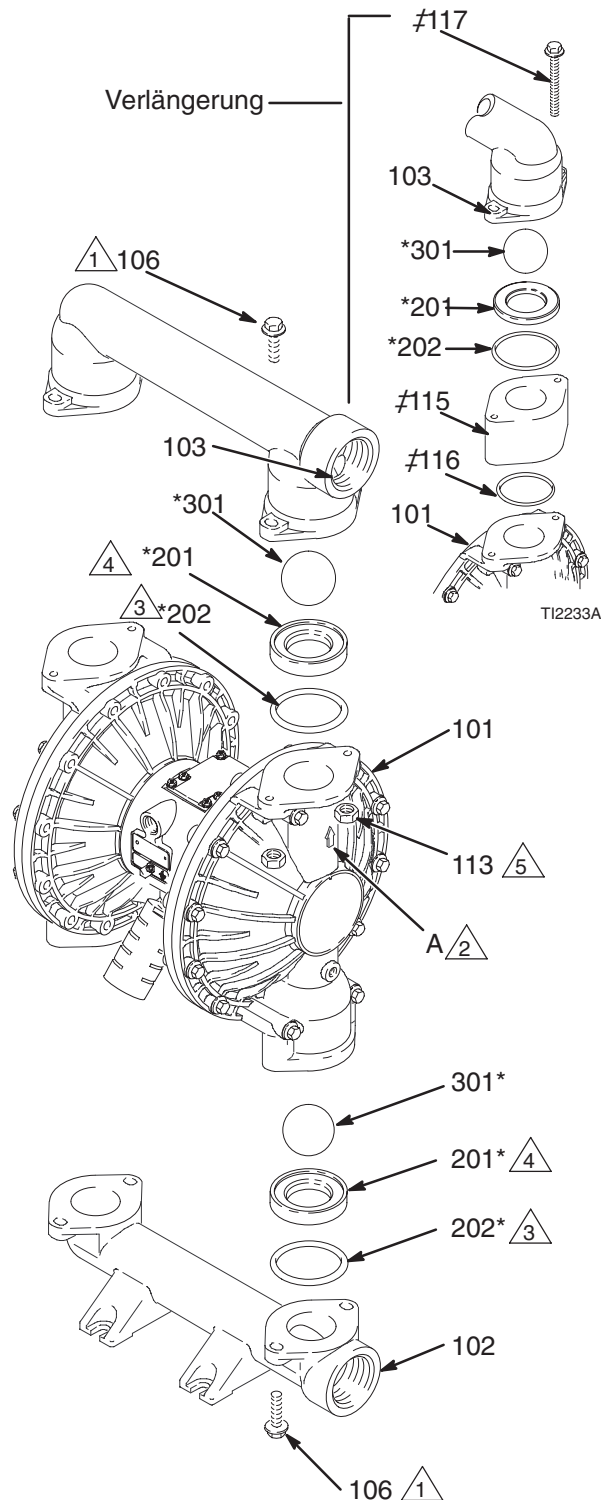

Abb. 10
**HINWEIS:** Um sicherzustellen, dass die Kugeln (301) richtig sitzen, die Sitze (201) bei Austausch der Kugeln stets mit austauschen.
**HINWEIS:** (Verlängerte Version) Damit die Verlängerung (115) gut abdichtet, müssen immer auch die O-Ringe (116) ausgewechselt werden, wenn die Kugeln ausgetauscht werden.
3. Mit einem 10-mm-Steckschlüssel die vier Schrauben (106) lösen, mit denen der Auslassverteiler (103) an den Materialabdeckungen (101) befestigt ist. Siehe Abb. 10.
4. Die Sitze (201), Kugeln (301) und O-Ringe (202) aus dem Verteilerrohr ausbauen.
**HINWEIS:** Manche Modelle haben keine O-Ringe (202).
5. Die Pumpe umdrehen und den Einlassverteiler (102) ausbauen. Die Sitze (201) Kugeln (301) und O-Ringe (202) von den Materialabdeckungen (101) abnehmen.
2. Im umgekehrten Reihenfolge wieder einbauen und dabei alle Anmerkungen in Abb. 10 beachten. Sicherstellen, dass die Kugelventile **genauso** zusammgebaut sind, wie gezeigt. Die Pfeile (A) auf den Materialabdeckungen (101) **müssen** zum Auslass-Verteilerrohr (103) zeigen.